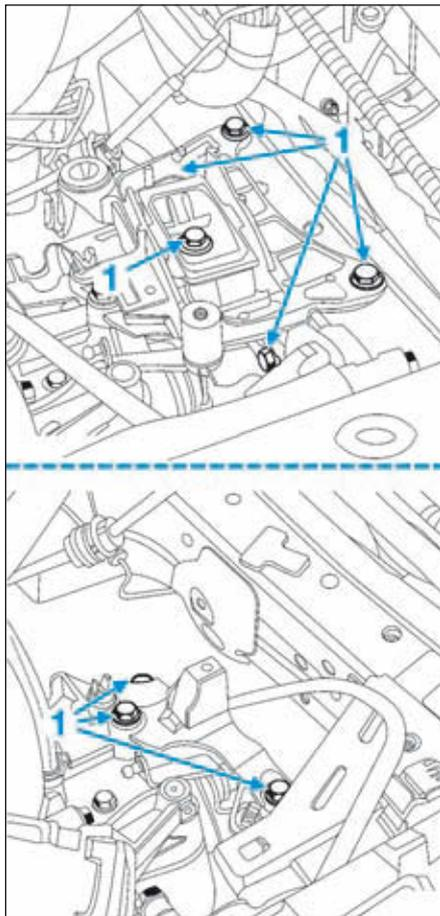

FIG.4
- les vis de fixation (1) du support moteur gauche (Fig.4),